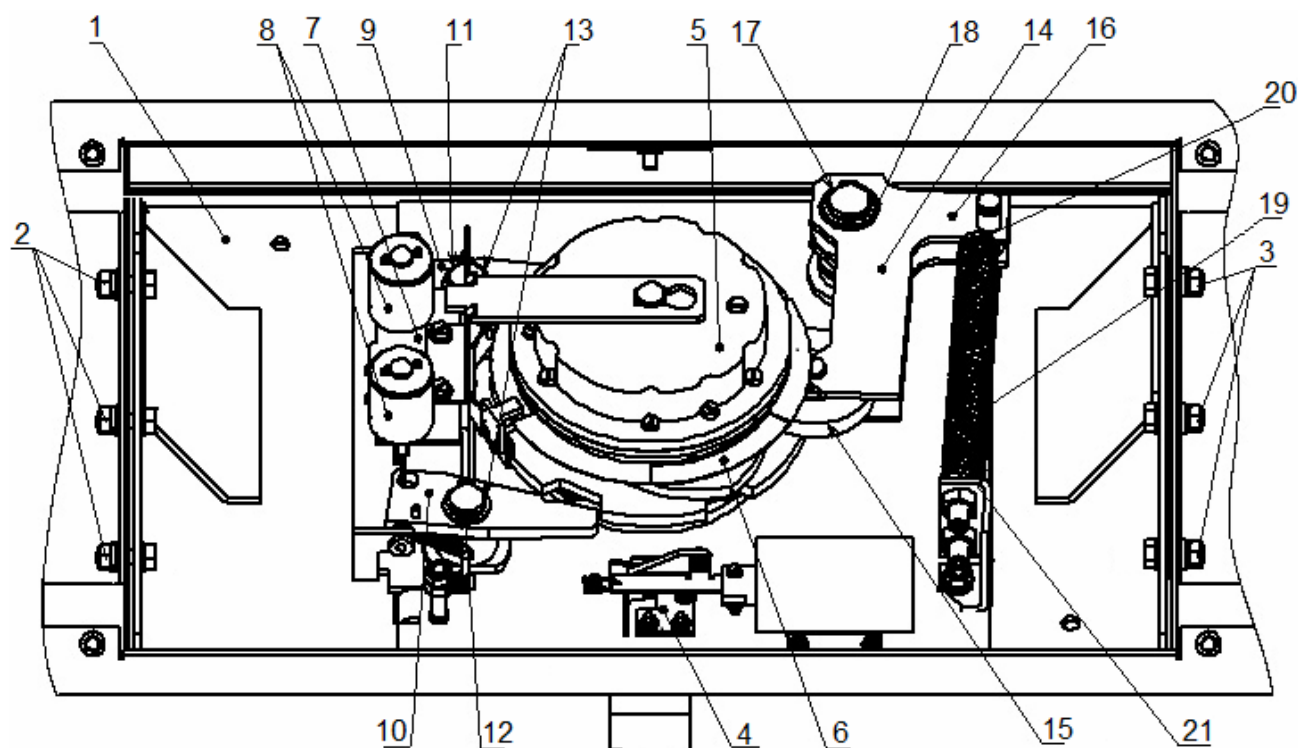

Рисунок 24. Узел вращения преграждающих планок турникета.
4. Снимите основную крышку (2) турникета в порядке, указанном в разд. 6, и положите ее на ровную устойчивую поверхность.
6. Осмотрите узел вращения преграждающих планок турникета (см. рис. 24): устройство доворота (толкатель, пружины и ролик), оптические датчики поворота преграждающих планок и демпфирующее устройство.
7. Удалите чистой ветошью, смоченной спирто-бензиновой смесью, возможное загрязнение с поверхности кольца контрольного (6, рис. 24), находящегося в зазоре оптических датчиков поворота преграждающих планок.
- смазкой **Chain and Rope Lube Spray - WEICON** оси вращения рычага толкателя (17, рис. 24) ролика (15, рис. 24) и стопоров (11, 12, рис. 24);
- смазкой **Chain and Rope Lube Spray - WEICON** детали механизма аварийного открытия прохода (4, рис. 24).
- смазкой **ШРУС-4** точки крепления пружин доворота (20, 21, рис. 24),
12. Проверьте крепление преграждающих планок (5) в шарнирных узлах турникета и, при необходимости, подтяните крепежные винты.
15. Установите на место основную крышку (2) в порядке, обратном снятию, и зафиксируйте ее ключом.